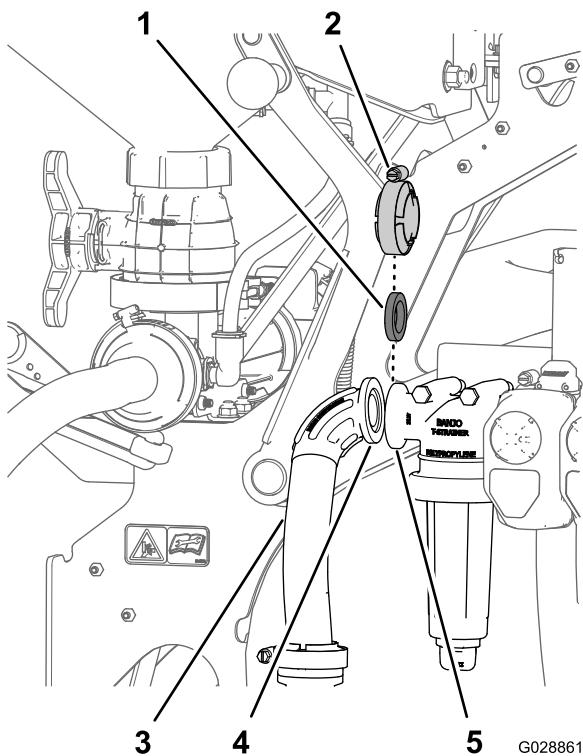

Рисунок 28
- Совместите фланец прямоугольного штуцера впускного шланга с фланцем головки фильтра линии нагнетания (Рисунок 28).
| 2. Присоедините впускной шланг к головке фильтра линии нагнетания, используя прокладку и фланцевый хомут (Рисунок 28), которые вы сняли при выполнении действий, описанных в пункте 1 раздела Подготовка к монтажу клапана эдуктора (страница 13). |   |